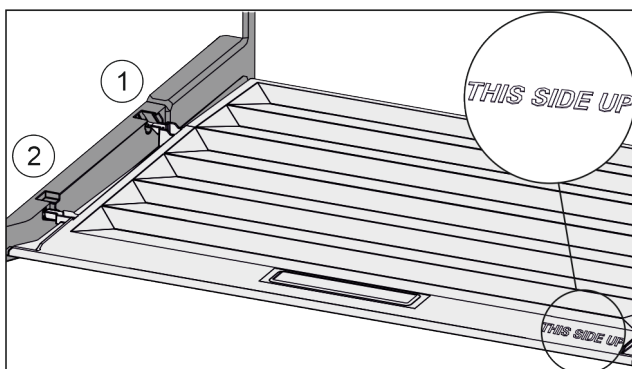

Fig. 41
- Výstupky veka zavedte cez otvor zadného držiaka Fig. 41 (1) a zaistite vpredu v držiaku Fig. 41 (2).